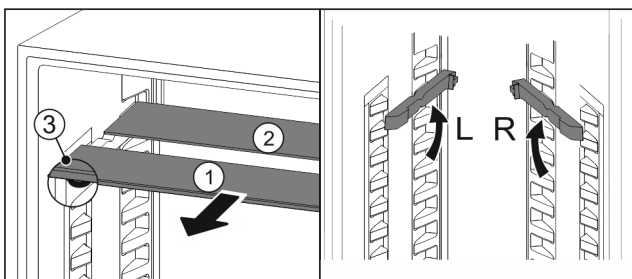

Fig. 216
- ▶ По одной извлеките Fig. 216 (1) стеклянные панели движением вперед.
- ▷ Стеклянная панель Fig. 216 (1) с декоративной планкой лежит спереди.
- ▷ Стопоры Fig. 216 (3) показывают вниз.